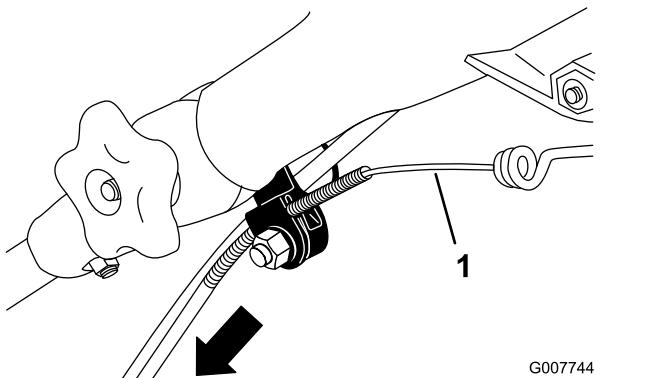

Figure 23
- Tirez la gaine du câble vers le bas jusqu'à ce qu'il n'y ait plus de mou dans le câble exposé (Figure 23).